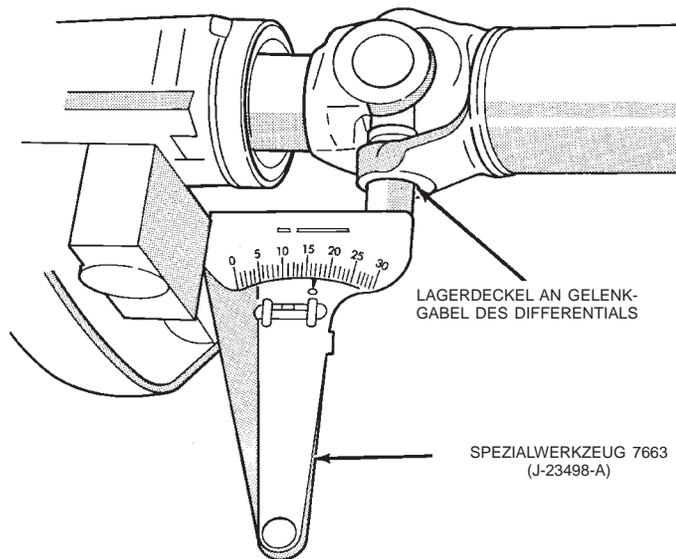

Abb. 10 Winkel an Gelenkwelle messen (C)
(4) Wellenstrang um 90° drehen und das Winkelmeßgerät an der Gelenkgabel der Gelenkwelle befestigen (Abb. 10). Die Luftblase in der Libelle zentrieren und den Winkelwert ablesen. Diese Messung kann auch am hinteren Ende der Welle durchgeführt werden.